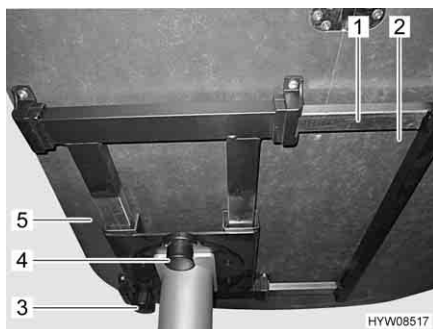

Fig. 36 Tavolo fisso (dal basso)
- Sollevare leggermente la parte laterale del piano del tavolo (Fig. 36,2) e tenerla ferma in questa posizione.
- Afferrare la parte centrale della traversa di collegamento delle guide di appoggio (Fig. 36,1) e spingerla fino all'arresto, avendo cura di spostarla simmetricamente rispetto alle guide.
- Sollevare la parte laterale del piano del tavolo (Fig. 36,2) e tenerla ferma in questa posizione.
- Afferrare la parte centrale della traversa di collegamento delle guide di appoggio (Fig. 36,1) ed estrarla fino all'arresto, avendo cura di spostarla simmetricamente rispetto alle guide.
- Svitare la vite a testa cilindrica zigrinata (Fig. 36,3).
- Spingere il piano del tavolo (Fig. 36,5) nella posizione desiderata.
- Premere il tasto (Fig. 36,4) del bloccaggio.
- Ruotare il piano del tavolo (Fig. 36,5) nella posizione desiderata.